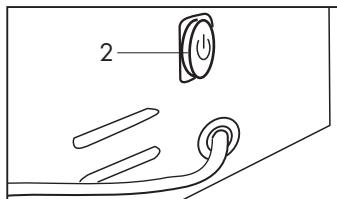

Fig. 4
- Accendere la macchina azionando l'interruttore principale (2). (**Fig. 4**)